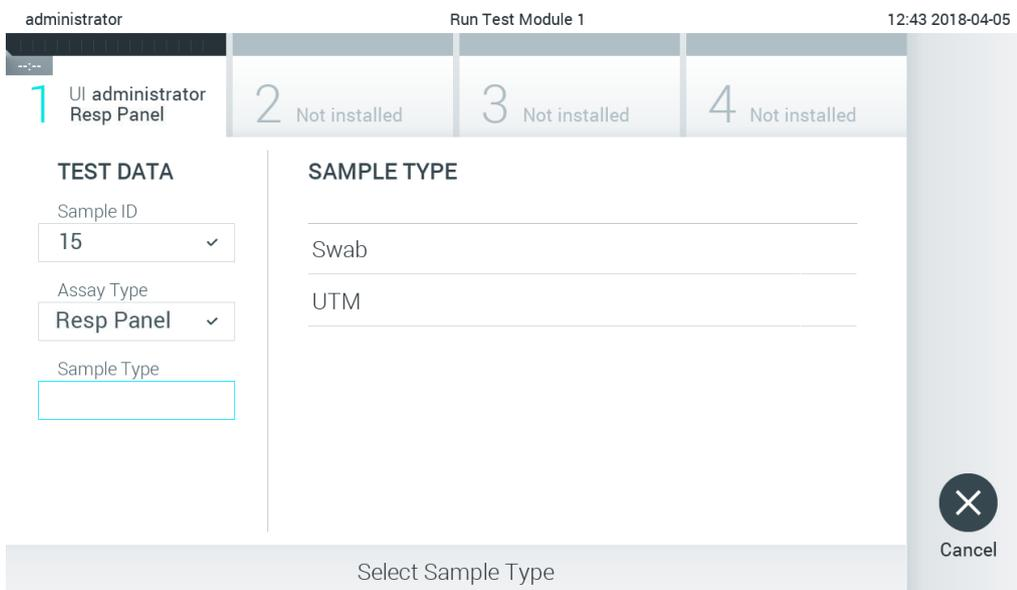

Figure 85. Sélection du type d'échantillon.
5. Le champ Assay Type (Type de dosage) sera automatiquement saisi et, si nécessaire, un Sample Type (Type d'échantillon) approprié doit être sélectionné manuellement dans la liste (Figure 85).